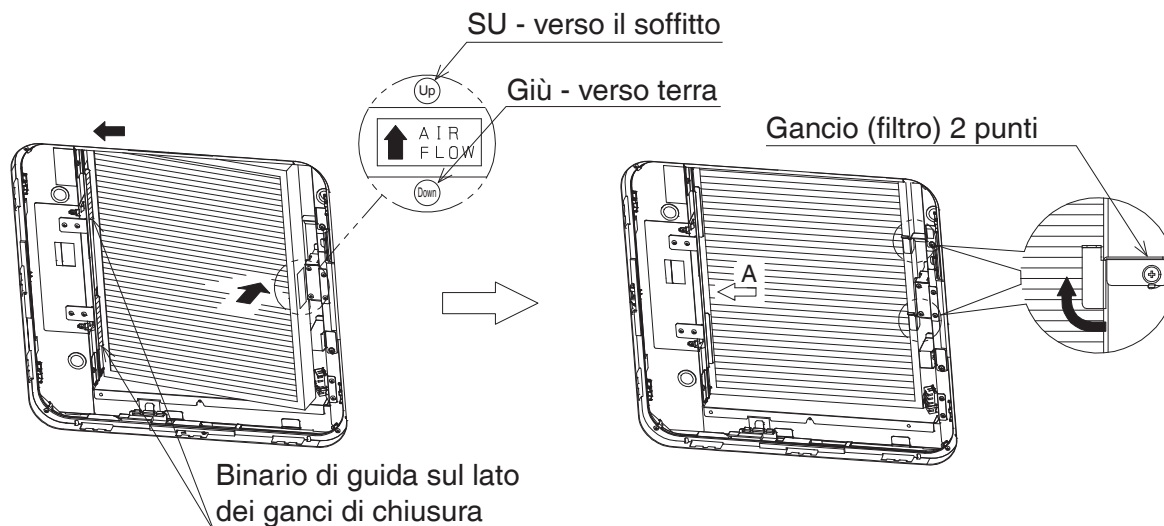

Figura 24
(1) Estrarre il filtro a pieghe (1) dal sacchetto.
(2) Con la freccia (FLUSSO D'ARIA) sul lato del filtro a pieghe (1) rivolta verso l'alto, inserirlo nel binario di guida sul lato dei ganci di chiusura e inserirlo fino in fondo.
(3) Spingere verso l'alto il filtro a pieghe (1).
(4) Ruotare il gancio (filtro) (2 punti) per fissare il filtro a pieghe (1). **(Figura 24)**